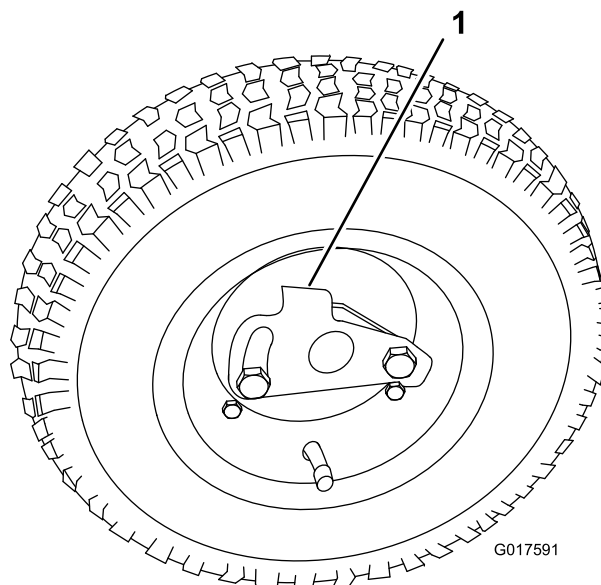

**Figura 11**
1. Utilize o pé para empurrar o centro do aro do apoio para baixo e puxe o apoio do manípulo central inferior para cima até que o apoio tenha rodado para a frente, sobre o centro (Figura 11).